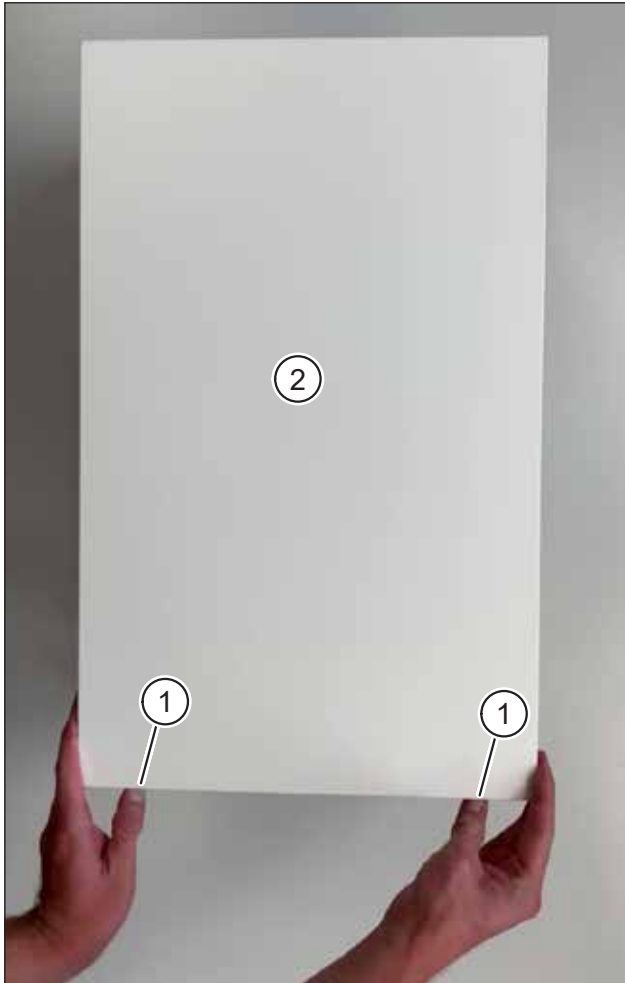

Abb. 1: Gerätedeckel vom Lüftungsgerät abnehmen
- ▶ Drücken Sie mit beiden Daumen auf die beiden Rasthaken (Pos. 1 in Abb. 1) an der Unterseite des Lüftungsgerätes. Der Gerätedeckel (Pos. 2 in Abb. 1) löst sich.
| Gerätedeckel | ABS | Pos. 2 in Abb. 1 |